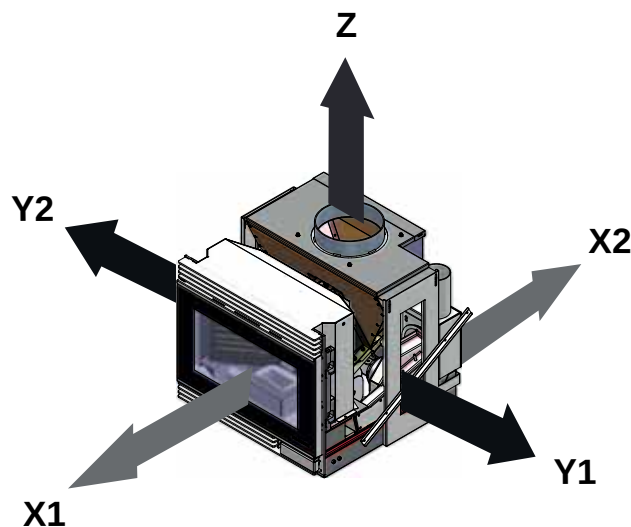

Fig. 6.3.1
- En la fig. 6.3.1 En los datos técnicos del producto las distancias mínimas en centímetros que deben observarse en la colocación de la chimenea con respecto a los materiales y objetos combustibles.